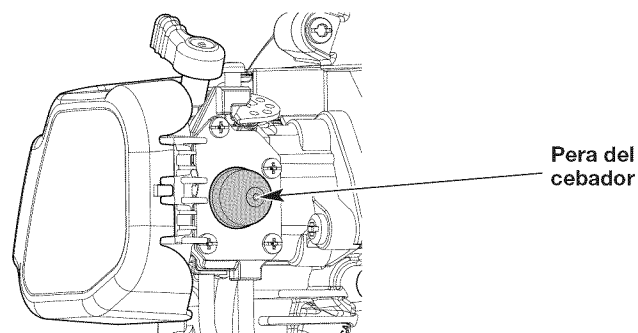

Fig. 10
3. Oprima y suelte despacio la pera del cebador **10 veces** (Fig. 10). Si no se ve combustible en la pera del cebador, oprima y suelte la pera hasta que se vea el combustible.